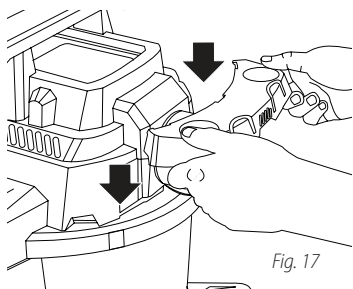

Fig. 17
41. Tomar el sujetador de herramientas **18** y deslizarlo sobre las muescas que se encuentran en la parte posterior del depósito. **Fig. 17**.